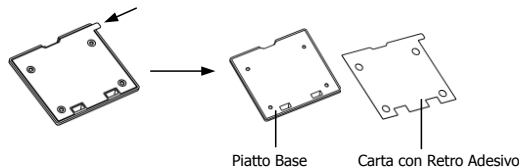

Fig. 11-10
(1) Tirare la **Carta con Retro Adesivo** via dal **Piatto Base** come indicato dall'icona a freccia in alto a sinistra della Fig. 11-10.